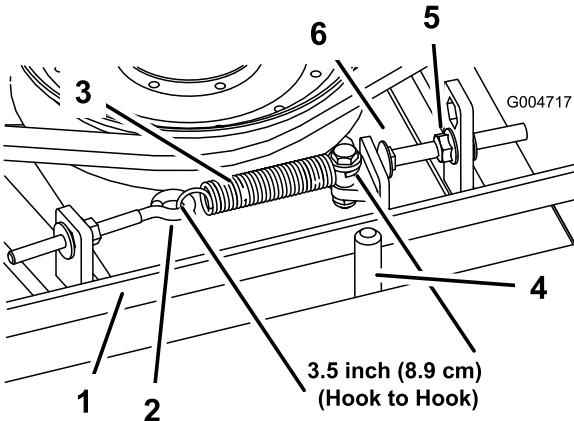

Figura 63
Quando la tensione è corretta, la molla di prolunga (da gancio a gancio) deve essere lunga circa 89 mm ± 6 mm (misura interna). Quando la tensione della molla è giusta, regolate il bullone di arresto (bullone a testa tonda) fino ad ottenere un gioco di 3 mm + 1,5/-0 mm tra la testa del bullone ed il braccio di rinvio (Figura 63).
Nota: Verificate che la cinghia si trovi dal lato molla del guidacinghia (Figura 63).
2. Allentate il bullone ad occhio per consentire la rimozione della molla di prolunga (Figura 63).
3. Allentate il dado flangiato che fissa il bullone di arresto alla linguetta di montaggio. Allentate il dado quanto basta per consentire al braccio di rinvio di oltrepassare il bullone di arresto (Figura 63). Allontanate la puleggia tendicinghia dalla cinghia in modo da allentare la tensione della cinghia.
8. Ricollegate la molla di prolunga (Figura 63) al bullone ad occhio e tendete la cinghia come segue: